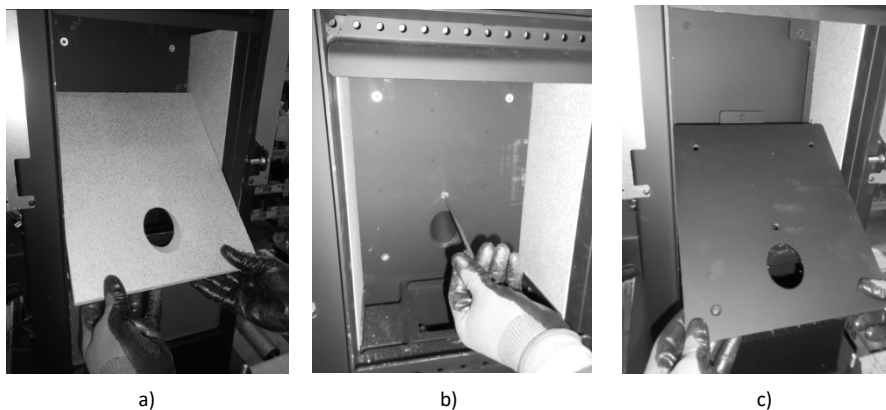

Figure 126 – Retrait du circuit de fumée
Retirez ensuite les parties de vermiculite en les détachant des supports qui les supportent (Figure 126). Pour les enlever, suivez une séquence, enlevez d'abord la vermiculite postérieure (1), puis les côtés (2).